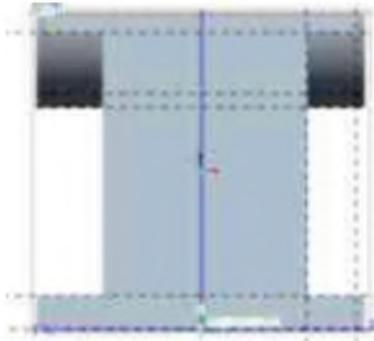

图 1-14
4) 调整视图方向，选择“草绘”|“参照”，选取图 1-14 所示的线为参照，然后单击“草绘方向”按钮 ，使草绘平面与屏幕平行。